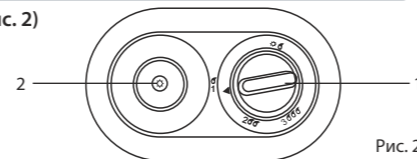

Рис. 2
Панель управления (рис. 2)
2. Нажмите и плавно поверните ручку регулировки газа на панели управления в положение (1) (рисунок 2). Продолжайте удерживать в нажатом положении ручку регулировки газа в течение 20-30 секунд. Одновременно несколько раз нажимайте кнопку пьезоподжига, до тех пор, пока не загорится запальная горелка. Каждый раз, как Вы нажимаете на кнопку пьезоподжига, Вы можете слышать громкий щелчок и видеть искру на электроде пьезоподжига. Продолжайте удерживать ручку регулировки газа в нажатом положении в течение 10-15 секунд с момента зажигания факела запальной горелки для активации датчика наличия пламени.